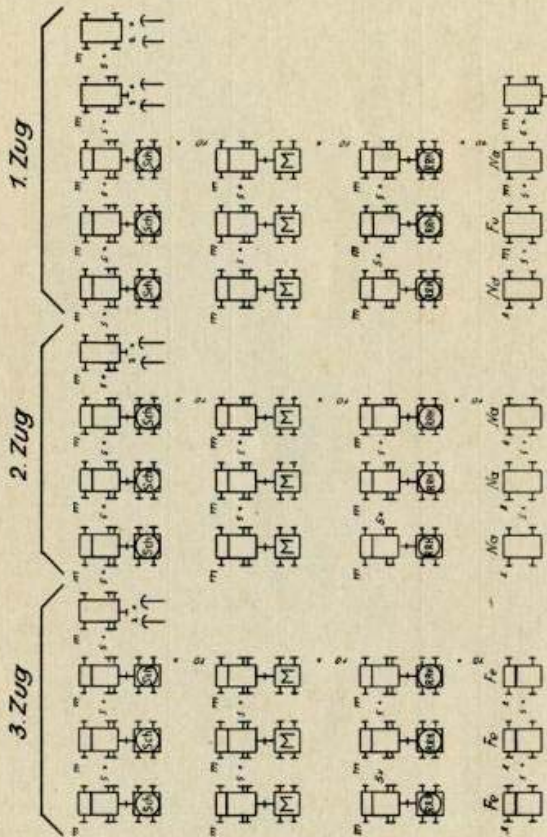

Abb. 97.
- die Batterie in Paradeform (Abb. 97).